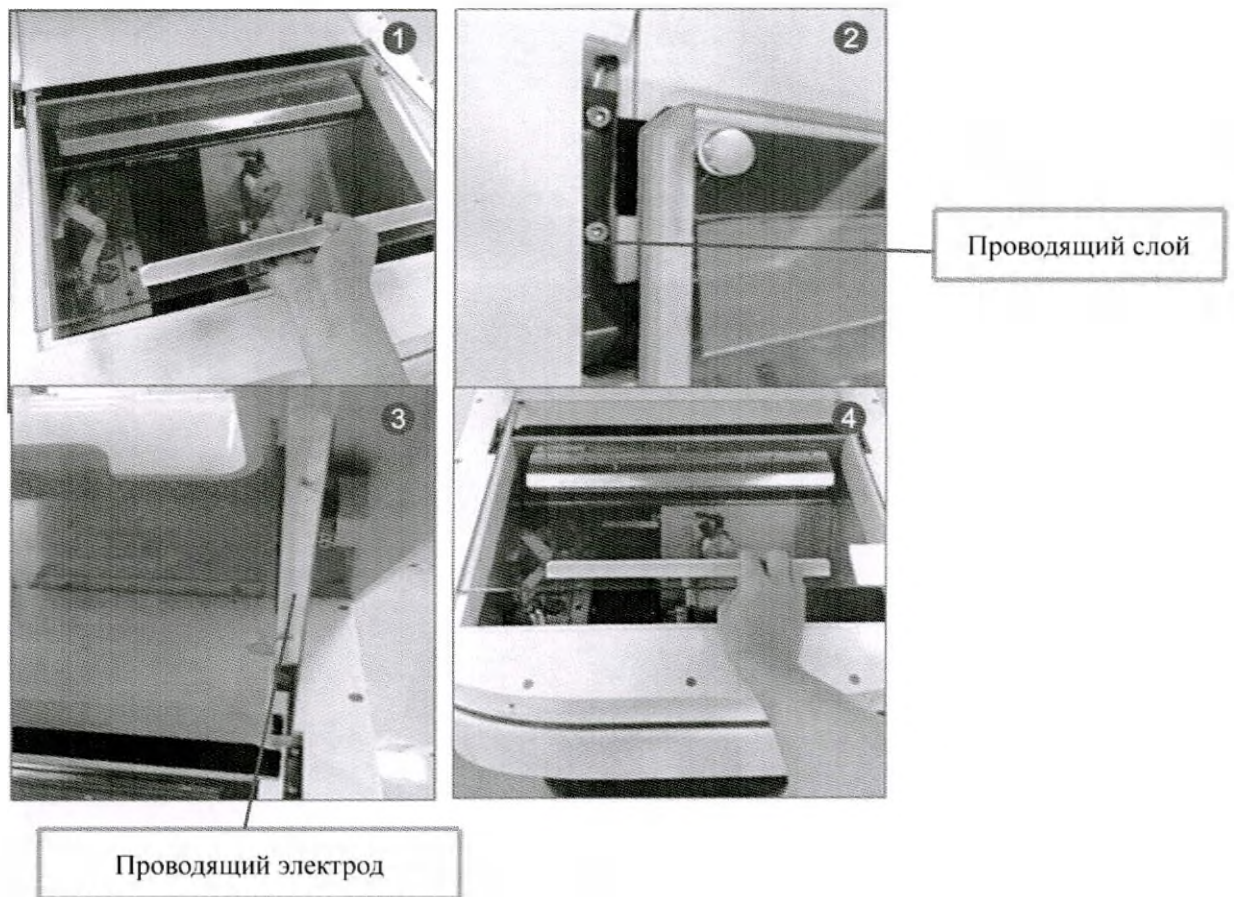

Рисунок 12 Процедура установки стеклянной дверцы
- Вставляйте стеклянную дверцу в паз морозильного отделения ручкой вверх в направлении, показанном на рисунке (Рисунок 12).